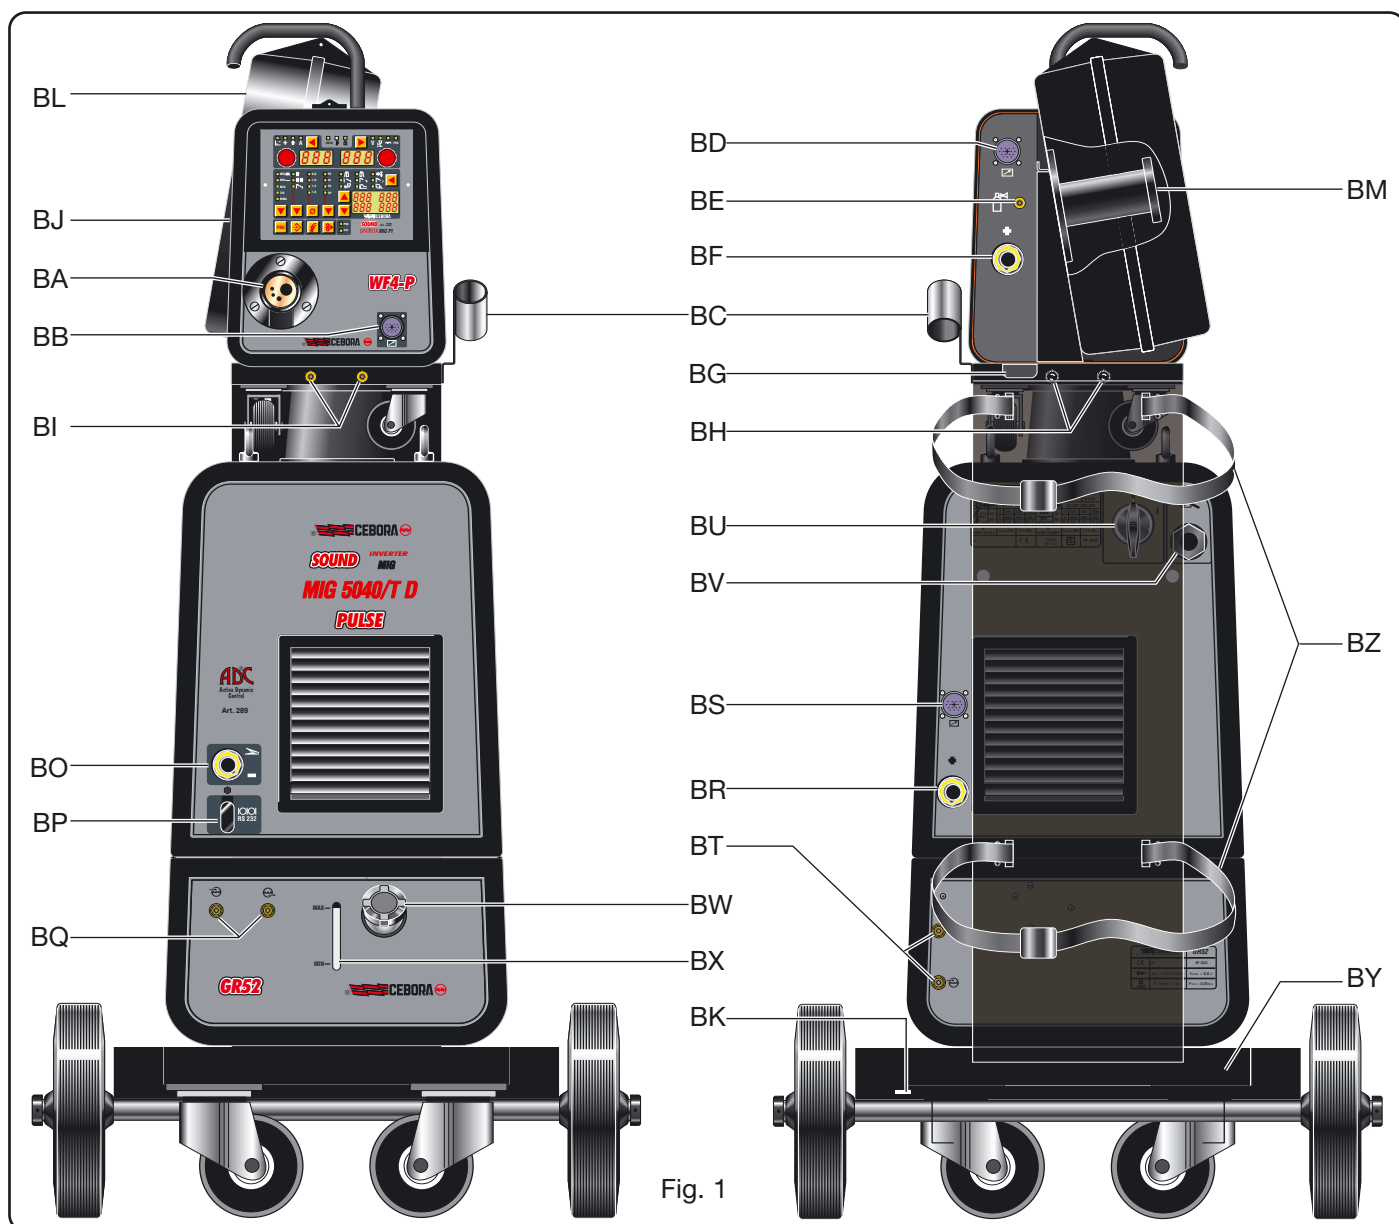

Fig. 1
2.1.2 Descripción del generador (Fig. 1)
BU - Interruptor ON/OFF.**BV - Cable de alimentación.****2.2 CARRO ARRASTRAHILO****2.2.1 Descripción del carro (Fig. 1)****BA - Empalme centralizado:**
2.3.3 DESCRIPCIÓN DEL GRUPO DE ENFRIAMIENTO (Fig. 1)**BX - Ranura:**
2.4 CARRO DE TRANSPORTE (Fig. 1)**BY - Soporte bombona.****BZ - Correas fijación bombona.****BK - Orificio:**